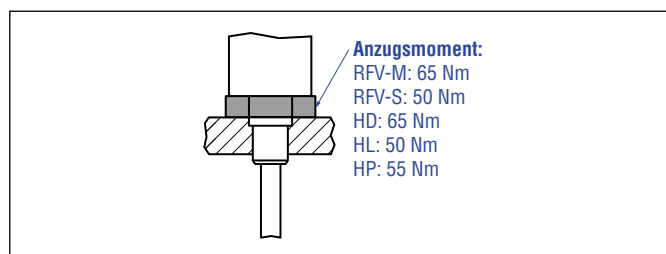

Abb. 16: Einbaubeispiel für Gewindeflansch »M«, »S« oder druckfestes Rohr HD/HL/HP
- Montieren Sie das Sensorelektronikgehäuse über drei Innensechskantschrauben M4x59 aus unmagnetischem Material. Anzugsmoment: 1,4 Nm (Abb. 16). Sichern Sie die Schrauben vor dem Wiedereinbau, z.B. mit Loctite 243.